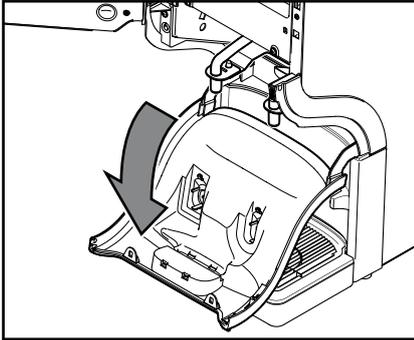

Fig. 26
- b. Puxe a cobertura da saída para baixo. (Fig. 26)